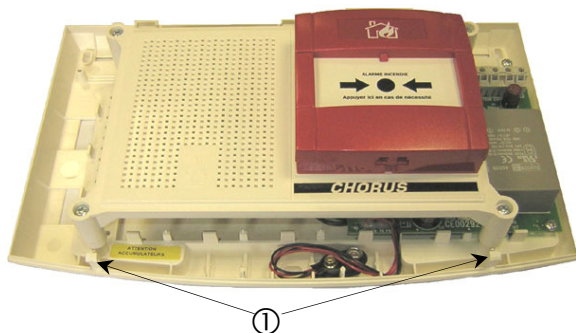

Figure 1 [PH339911]
Pour accéder aux trous de fixation, retirer le couvercle en introduisant un tournevis dans les encoches situées sur la partie inférieure du boîtier et en faisant pression sur les deux languettes ① (Cf. Figure 1).